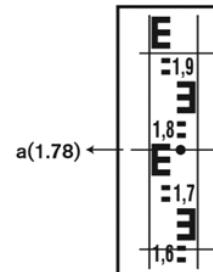

图3
2. 将水准尺以垂直的方式竖立于A点，将仪器发射出的激光点调至最小并移到水准尺中央，记录下激光点在水准尺所在位置的刻度a（图3）